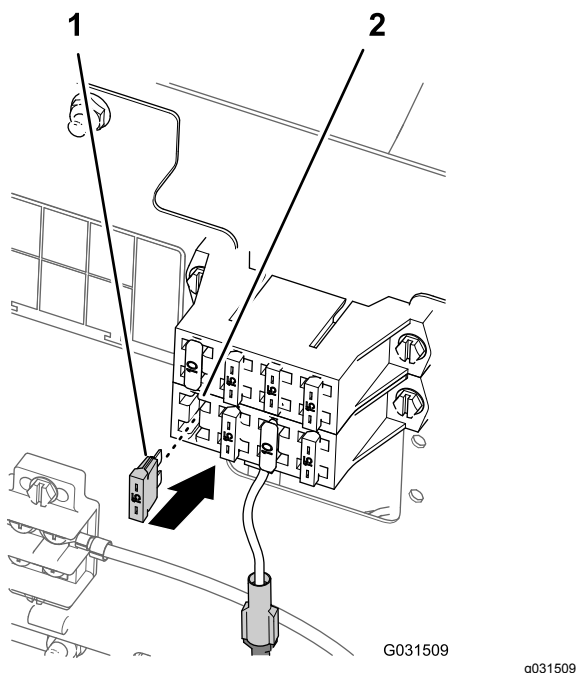

Figura 206
- Para las máquinas que tengan el accesorio de conector de pala en el bloque de fusibles de la máquina, instale un fusible de 15 A en el bloque de fusibles (Figura 206).